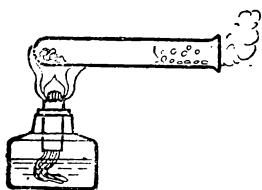

Рис. 40. Обезвоживание медного купороса.
■ **Опыт 1.** Нагрейте несколько кристалликов медного купороса в пробирке, держа её почти горизонтально, но так, чтобы доньшко было немного выше отверстия (рис. 40), чтобы капли выделяющейся воды не могли стечь на горячие стенки пробирки.